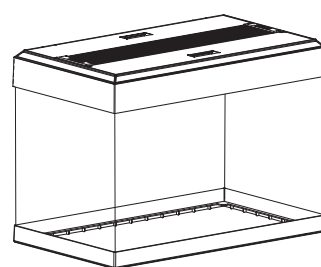

ABB. 10
3. Platzieren Sie den Aluminiumstreifen (B2) an dem vorderen und hinteren Zugangsdeckel (B1) am oberen Rahmen des Aquariums. (Abb. 10)